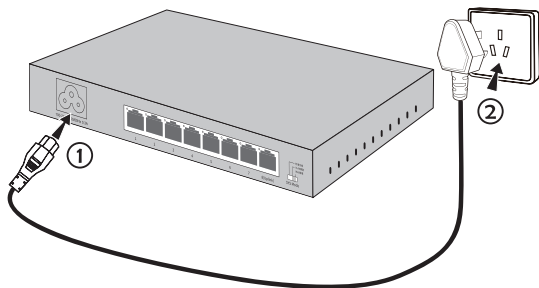

图3-2 电源线连接示意图
2. 交换机原装电源线连接交换机与电源插座，如图3-2所示。